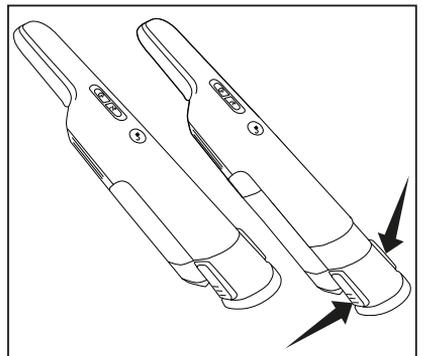

Fig. 3
1. La capacidad del depósito de polvo se puede ampliar presionando los botones que se encuentran a los lados del depósito de polvo y extendiendo el depósito hacia afuera (Fig. 3).